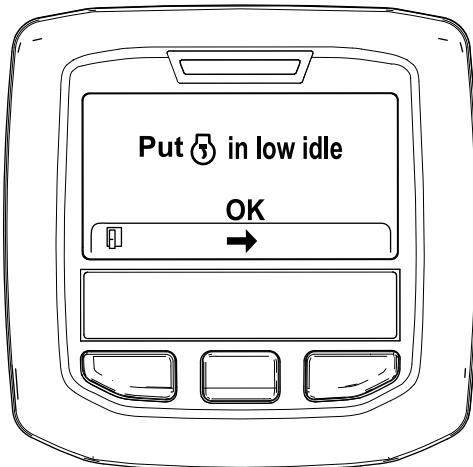

Figura 48
6. Mova o controlo da aceleração para RALENTI BAIXO e prima o botão central (Figura 48).